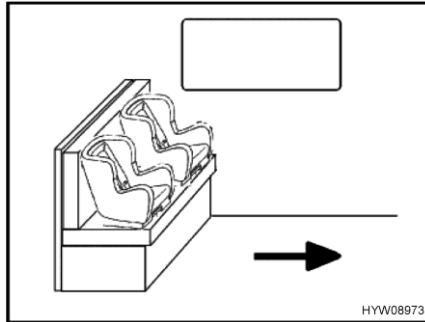
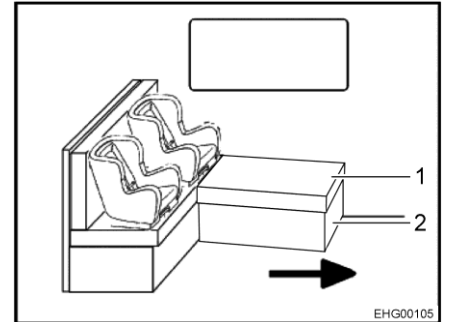

Bild 22 Barnstolar på sittbänken
Bild 23 Barnstol på L-sittbänken
Pil i Bild 22 och Bild 23 visar färdriktningen.
- Ta bort dynan (Bild 23,1) vid behov.
- Fäll ihop lådan (Bild 23,2) vid behov.